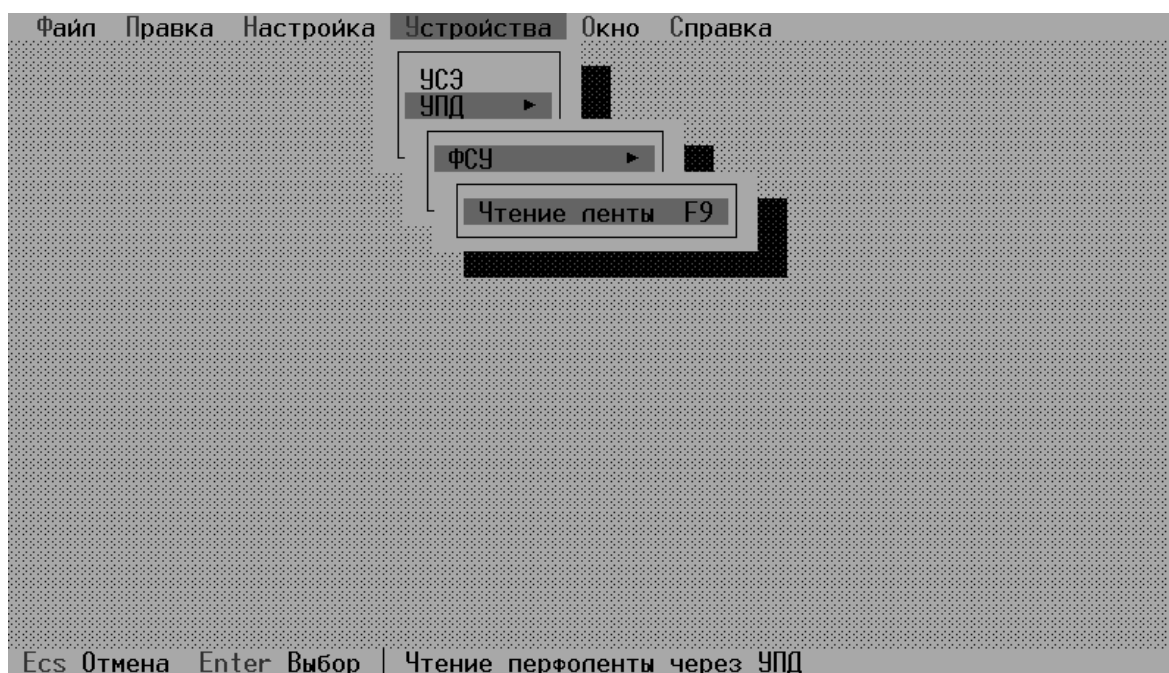

Рис. 13. Меню **Устройства** программы (подменю **УПД/ФСУ**).
- прочитать данные с перфоленты в буфер обмена через УПД (опция **УПД/ФСУ/Чтение ленты** или кнопка клавиатуры <F9> см. рис.13), при этом данные помещаются в буфер обмена на место двоичного файла. Предыдущий двоичный файл, если он присутствовал в памяти, будет удален. При выборе этой опции на экране появиться диалоговое окно '**Чтение перфоленты**', в котором будет отображаться